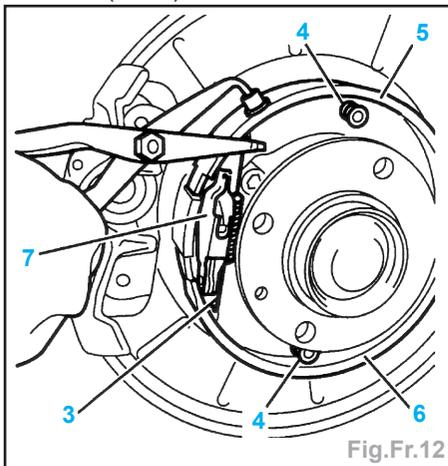

Fig.Fr.12
- Déposer (Fig.Fr.12) :
- le ressort (3) à l'aide d'une pince spéciale.
- les ressorts (4) de maintien des segments (5 et 6),
- le mécanisme (7) d'écartement des segments (5 et 6).